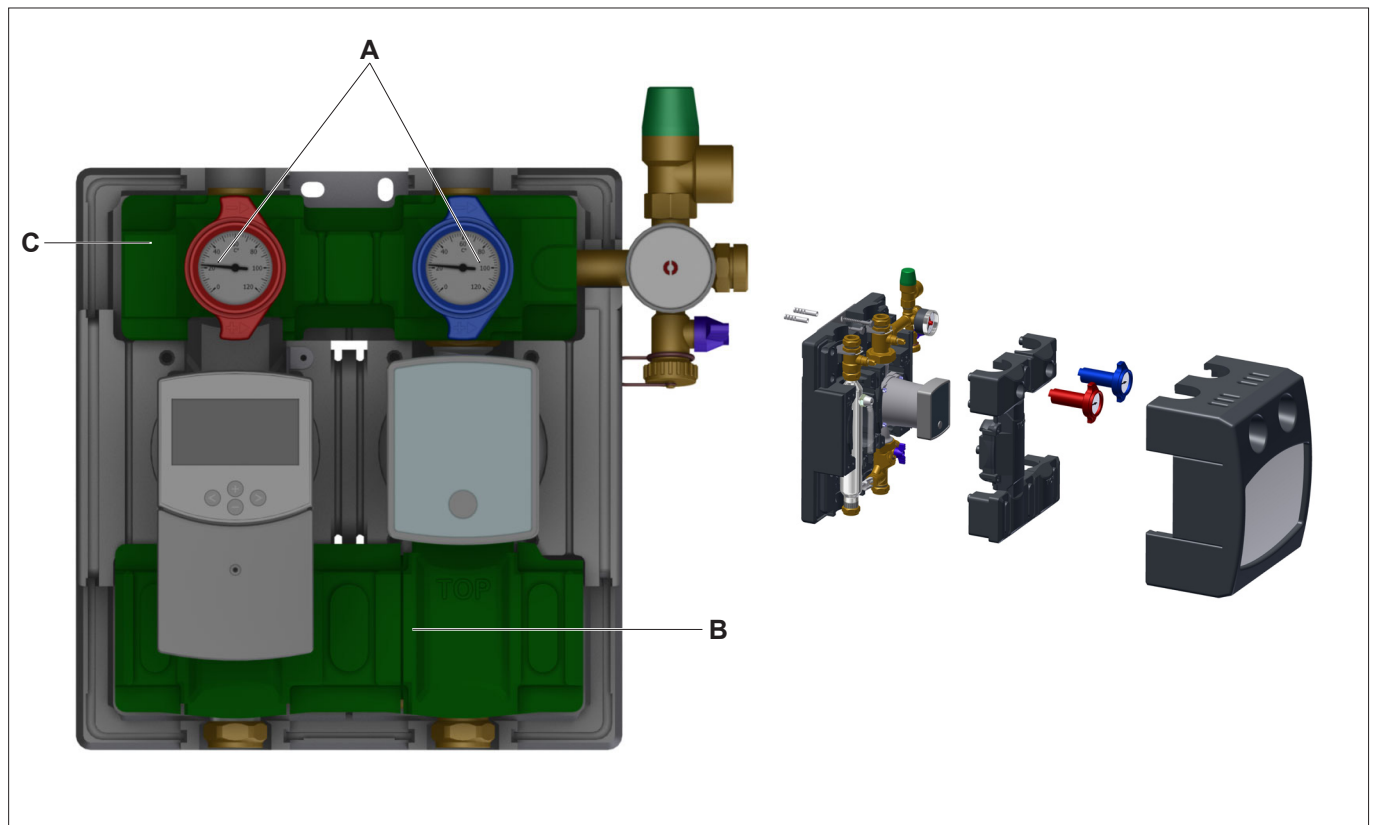

Fig. 10: Desmontar los aislantes (ilustración ref. al mod. 8130 con tubo purga y controlador)
- Colocar las válvulas de bola (pos. A; vea Fig. 10 en página 16) en la posición B.